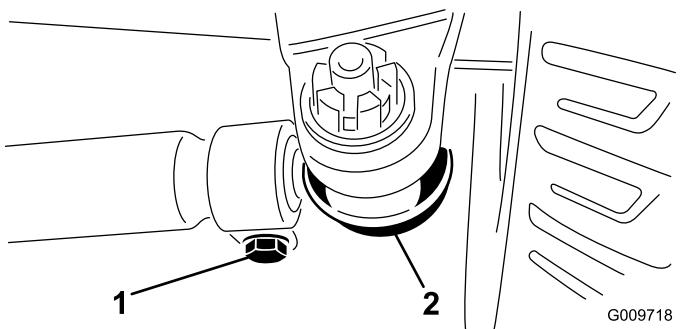

図 48
2. 調整が必要な場合は、タイロッドのボールジョイントのコッターピンとナットを外す図 48。次に、タイロッドのボールジョイントをアクスルケースのサポートから外す。
3. タイロッド両側のクランプをゆるめる図 48。